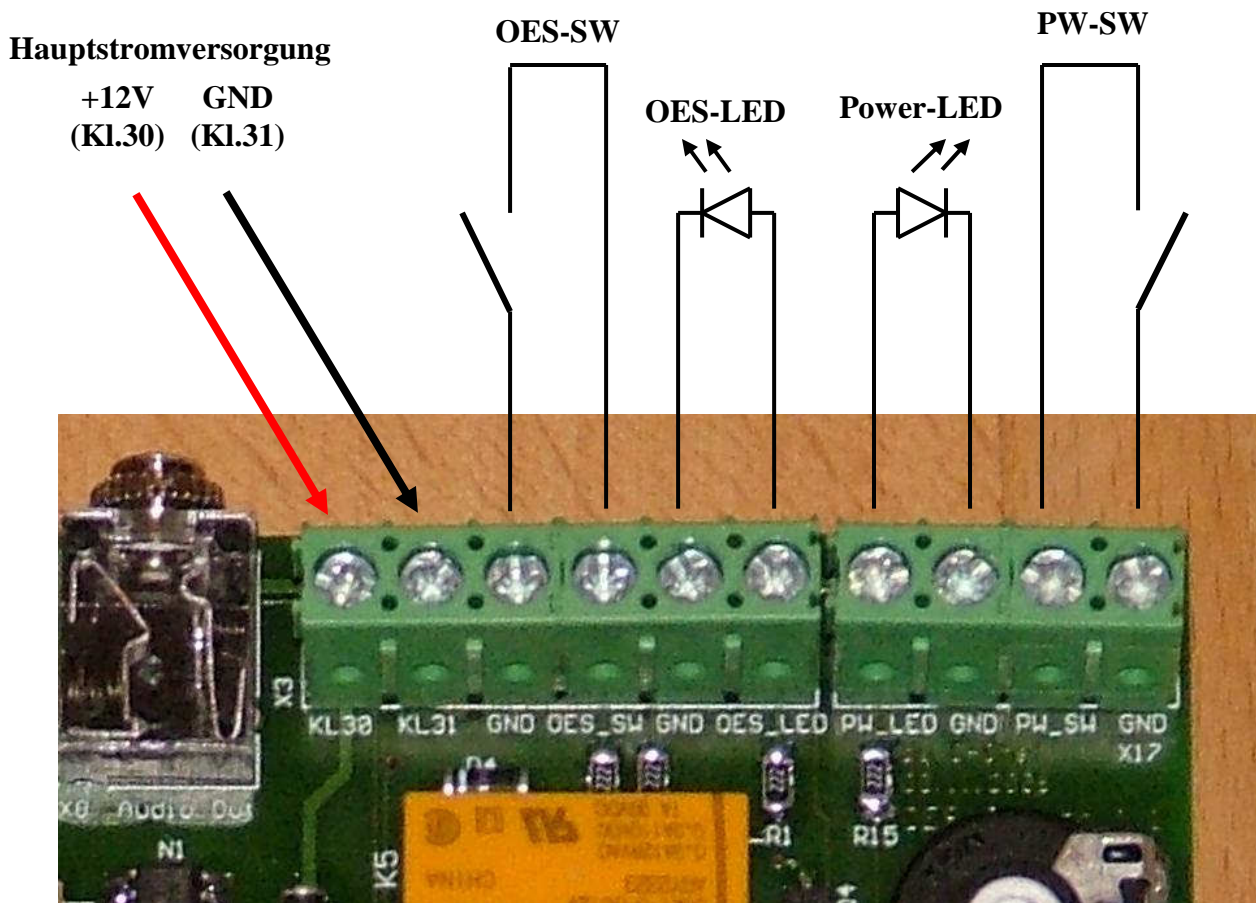

Bild 5: Klemmblöcke der Hauptstromversorgung, Bedientaster und LEDs
Es ist darauf zu achten, dass die Quelle und Zuleitung der Hauptstromversorgung (siehe Bild 5) ebenfalls mindestens 4A verkraften kann. Eine geeignete Quelle für die Hauptstromversorgung ist z.B. die Zuleitung des Zigarettenanzünders, sie ist für 10A ausgelegt und führt auch bei ausgeschalteter Zündung Spannung.
- zunächst die Tastschalter mit den LEDs anschließen wie in Bild 5
- dann die Hauptstromversorgung wie in Bild 5 anschließen, dabei auf Verpolung achten (z.B. am Zigarettenanzünder)